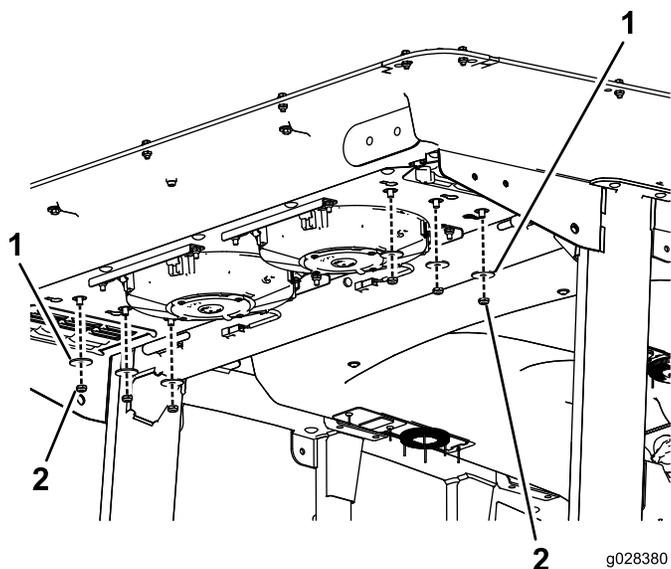

Figure 87
- Retirez les 6 écrous et rondelles au bas de l'arrière de la cabine (Figure 87).